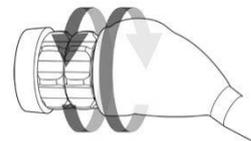

図 1. PUREVUE カメラと PUREVUE カプラーの接続
- 2) PUREVUE カプラー又は内視鏡を回してネジを締める（図1